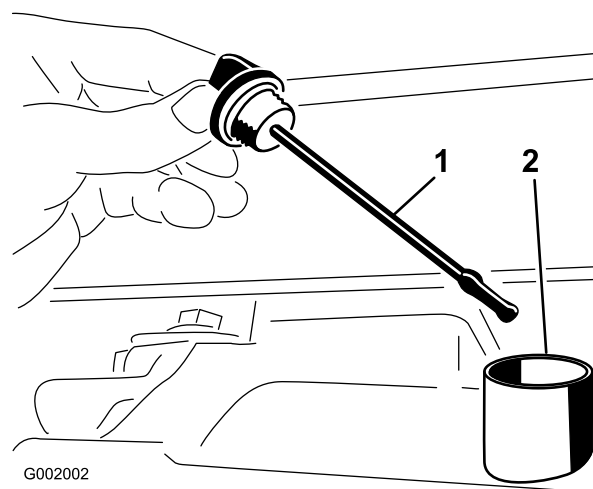

Figura 65
2. Retire la varilla del transeje y límpiela con un paño limpio (Figura 65).